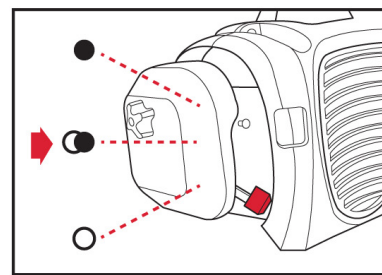

Fig. 4G
5. Situar la palanca del carburador en la posición MEDIO ◐ (Fig. 4G). Ahora debe tirar de la cuerda de la forma indicada anteriormente, de 6 a 8 veces.